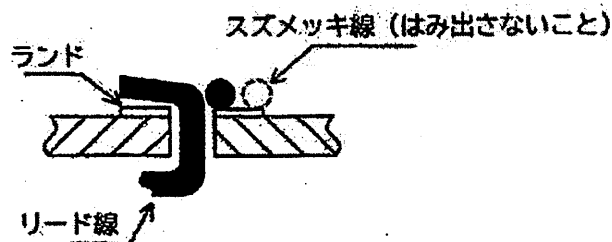

図9 抵抗とリード線との接続
⑧ 抵抗等のリード線とスズメッキ線を接続する場合は、図9のようにランドの中央寄りで接続するものとし、ランドの外周をはみ出さないこと。